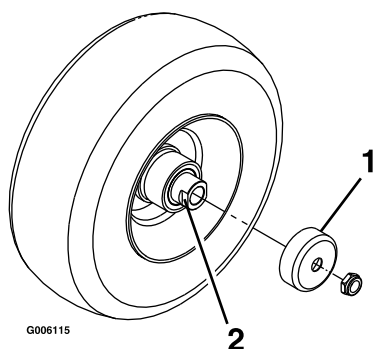

Figura 38
4. Togliete le protezioni di tenuta dal mozzo della ruota (Figura 38).